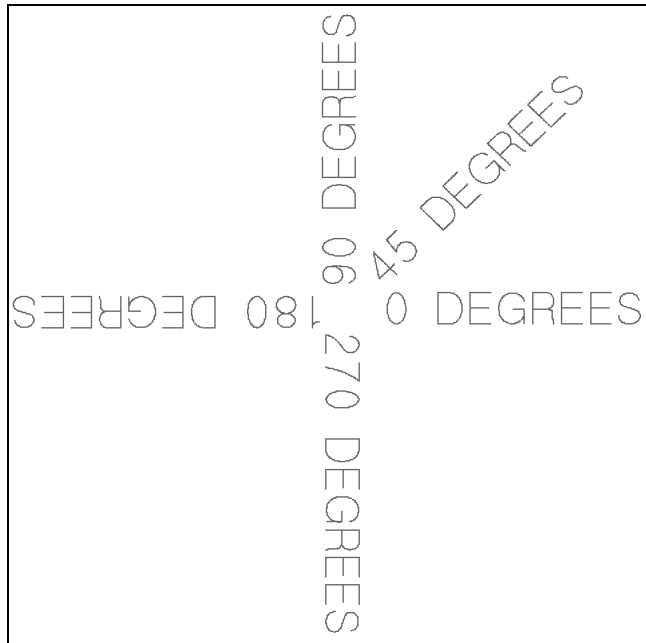

Рис. 50 – маркировки под различными углами.
- **Угол:** Это параметр определяет угол наклона текстовой строки по отношению к горизонтали. Рис. 50 показывает, 5 строк текста с углами наклона 0°, 45°, 90°, 180° и 270°.